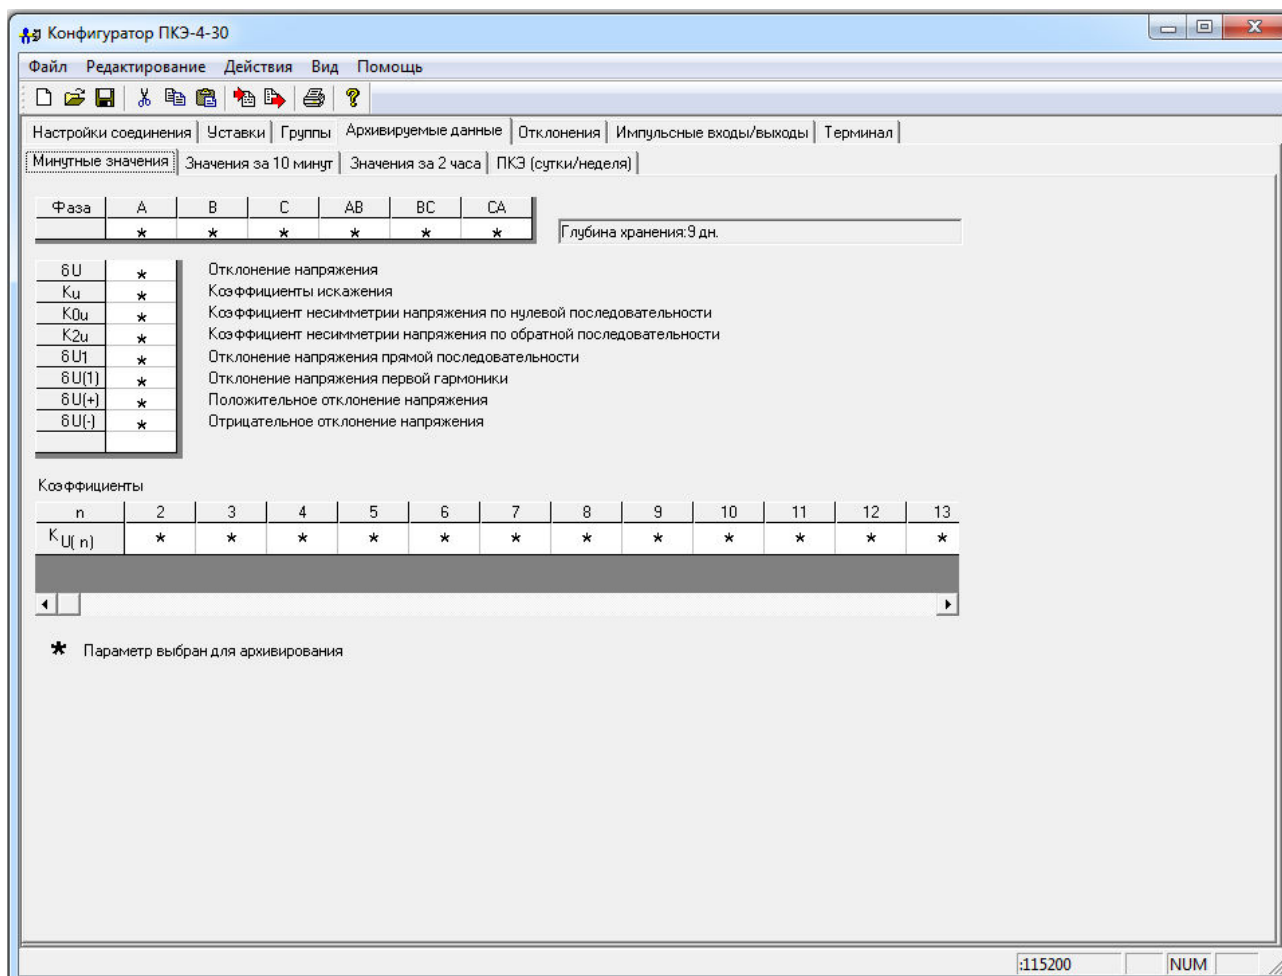

Рисунок 59
**Закладка «Минутные значения»** (рисунок 59) предназначена для просмотра и установления показателей напряжения, которые прибор хранит (будет хранить) в памяти за 1 минуту. Характеристики, которые предназначены для хранения в минутном архиве, обозначены символом «звёздочка». Для снятия и установки символа «звёздочка», необходимо щёлкнуть левой кнопкой «мыши» в окне выбранной характеристики. Если при использовании трёхпроводной схемы подключения во вкладке «Уставки», была активизирована функция «Очищать список архивируемых данных для фаз А, В и С при трёхпроводной схеме подключения», то в окнах фаз символы звёздочки будут отсутствовать.